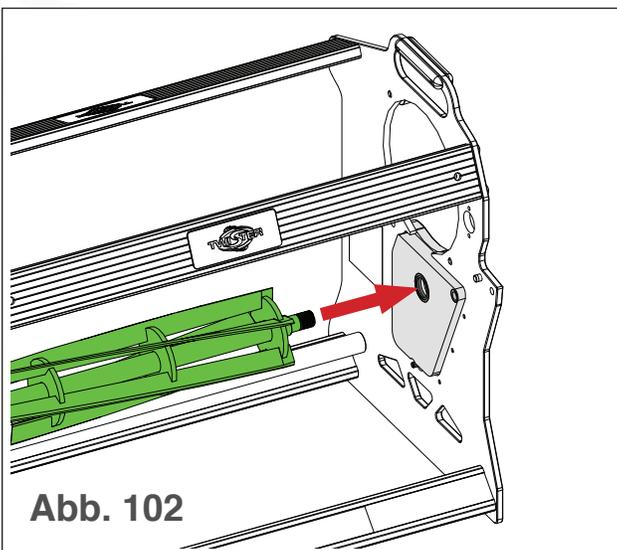

Abb. 102
30. Setzen Sie die neue Klinge in die Endplatte ein (siehe Abb. 102).